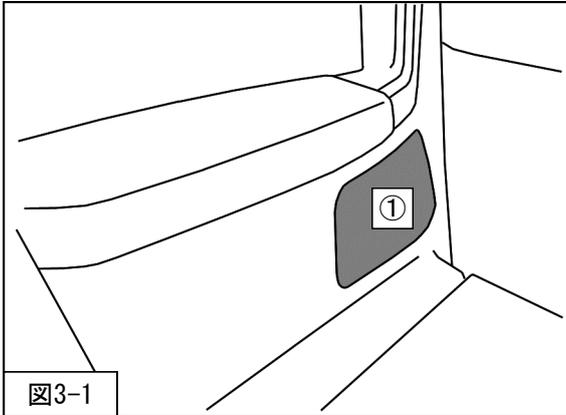
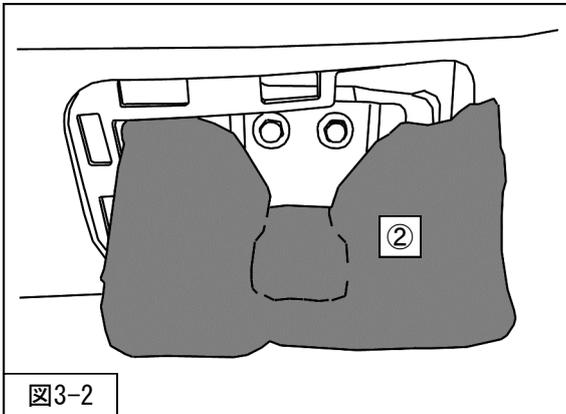

図3-1
図3-2
2. ①内装を取外してください。(図3-1)
3. ②吸音材を引き出してください。(図3-2)
を取付けてください。（図3-2・図3-1）
本製品は、フロントサスペンションASSYがストラットタイプ、リアサスペンションASSYが標準タイプとなっています。リアの減衰力調整は、内装を取外して行ってください。(図3-1)